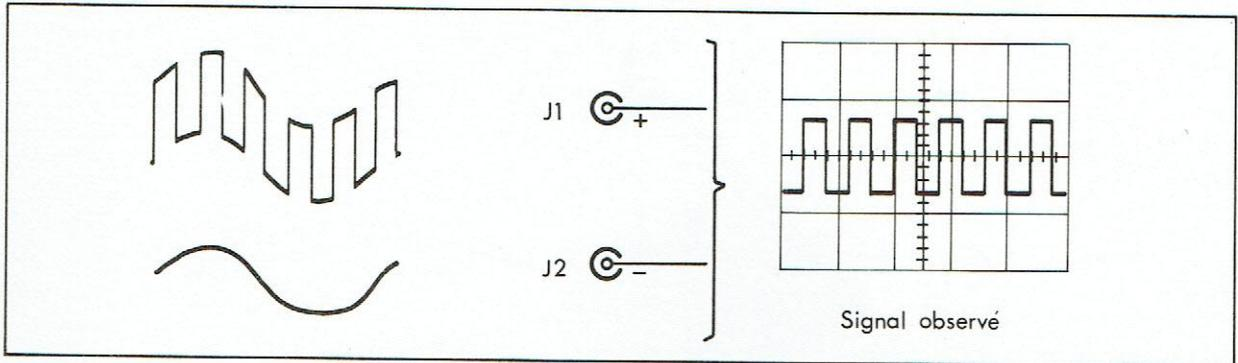

Fig13
- éliminer la partie commune à deux signaux en phase appliqués aux entrées figure 13 .